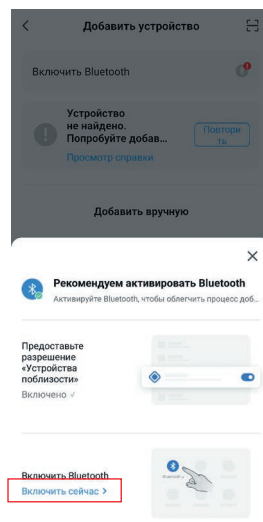

Рис. 3
- Включите Bluetooth, если он не был активирован ранее (рис. 3).